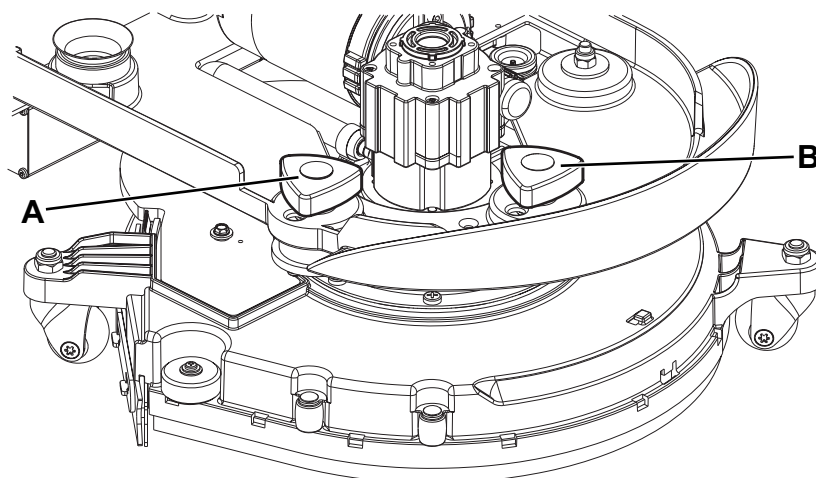

Figure 6
2. Régler la vitesse d'avance de la machine au moyen du bouton (A, Fig. 6) en procédant comme suit :
3. Si l'on relève que la machine a tendance à dévier de la direction d'avance rectilinéaire, il est possible d'agir sur le bouton (B) en le tournant dans le sens des aiguilles d'une montre ou dans le sens contraire pour corriger la déviation et obtenir un mouvement essentiellement neutre.